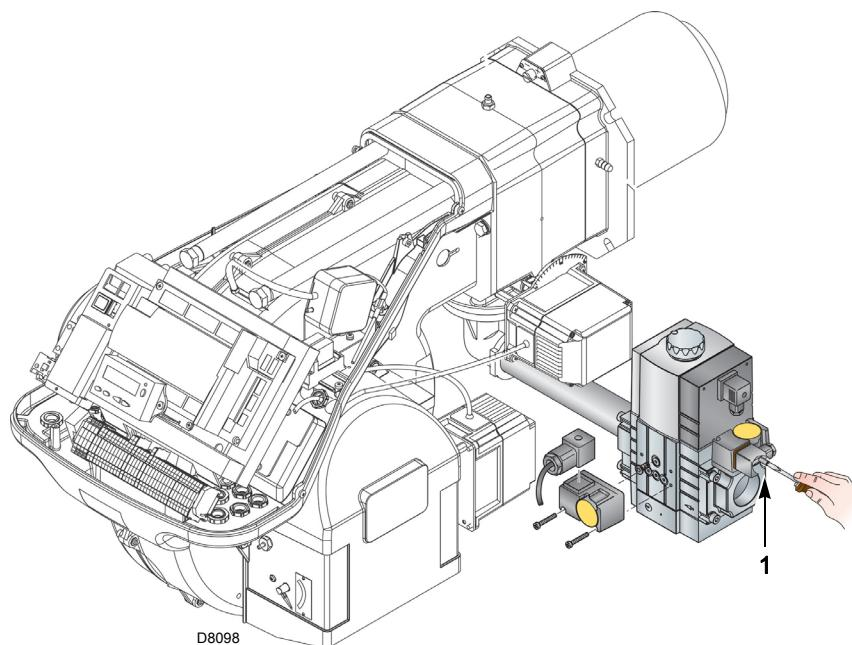

图 29
- 连接一个压力计到最小燃气压力开关的压力测试点 1) (图 29)，检查燃气供应压力：必须低于燃气阀组所能允许的最大压力，见燃气阀组标牌。